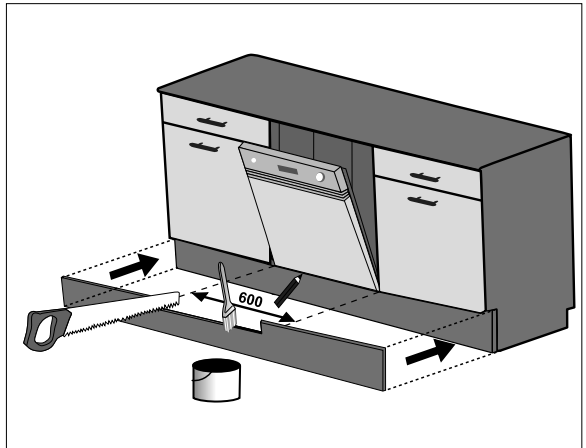

Abb. 17
- ▶ Passen Sie die Fußblende an, indem Sie eine passende Aussparung in die Fußblende sägen und sie lackieren (siehe **Abb. 17**).